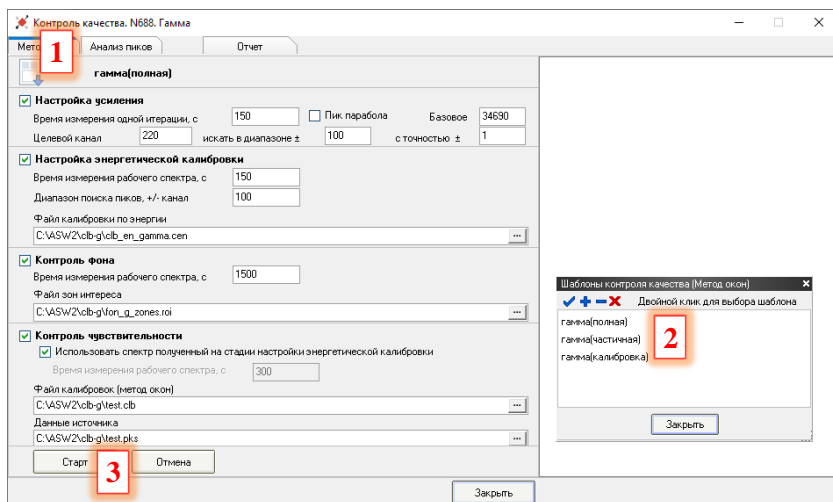

Рисунок 2. Меню процедуры «Контроль качества»: 1 – кнопка «Шаблоны контроля качества»; 2 – выбор шаблона контроля качества; 3 – кнопка «Старт».
- Нажать кнопку «Шаблоны контроля качества» (рисунок 2).